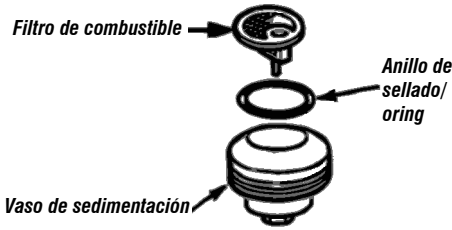

Fig. 24 – Limpieza de los componentes
- d. Desmonte el sistema, retirando el filtro de combustible, el anillo de sellado/oring y el vaso de sedimentación (fig. 24);